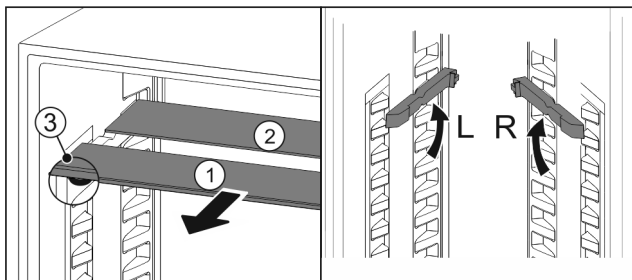

Fig. 107
- Skleněné desky jednotlivě vytáhněte dopředu Fig. 107 (1).
- ▷ Skleněná deska Fig. 107 (1) s ozdobnou lištou leží vpředu.
- ▷ Zarážky Fig. 107 (3) směřují dolů.